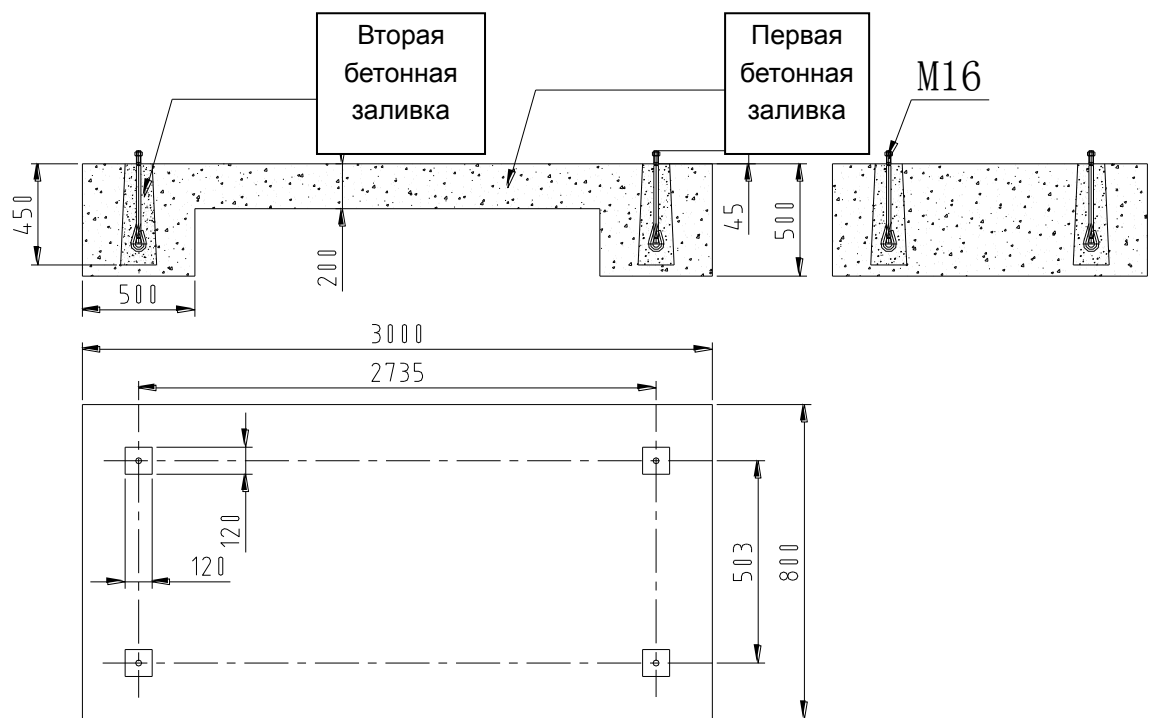

Рисунок 2
- 2) **Установка:** Выполните бетонную подготовку в четырех отверстиях для заземления глубиной более 500 мм, см. рисунок 2.